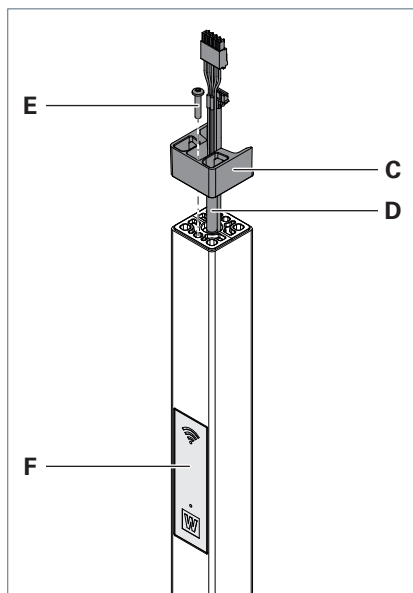

Fig. 2: Montare l'adattatore sul tubo verticale.
- Fare passare le linee **D** dal basso attraverso l'adattatore **C** e innestare l'adattatore sul tubo verticale, vedere Fig. 2.